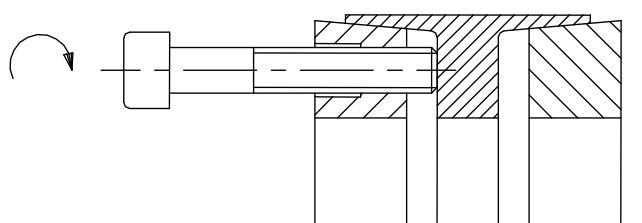

Рис. 3: Крепление переднего нажимного кольца
- Зажимные винты слегка отвинтить. Для облегчения монтажа закрепите переднее и заднее нажимное кольцо с помощью 2 зажимных винтов, используя резьбовые отверстия для демонтажа (смю рис. 3 и 4).